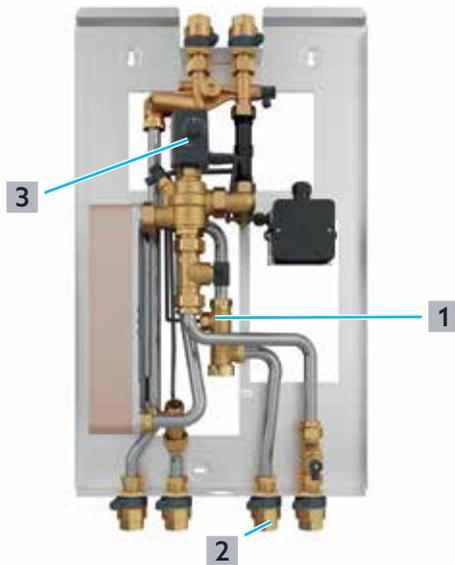

Fig. 22: Contrôle et nettoyage du capteur de débit
- 1 Fermer le robinet à disque céramique - arrivée d'eau froide ((2) sur la Fig. 22 en page 29) dans le circuit E.C.S.